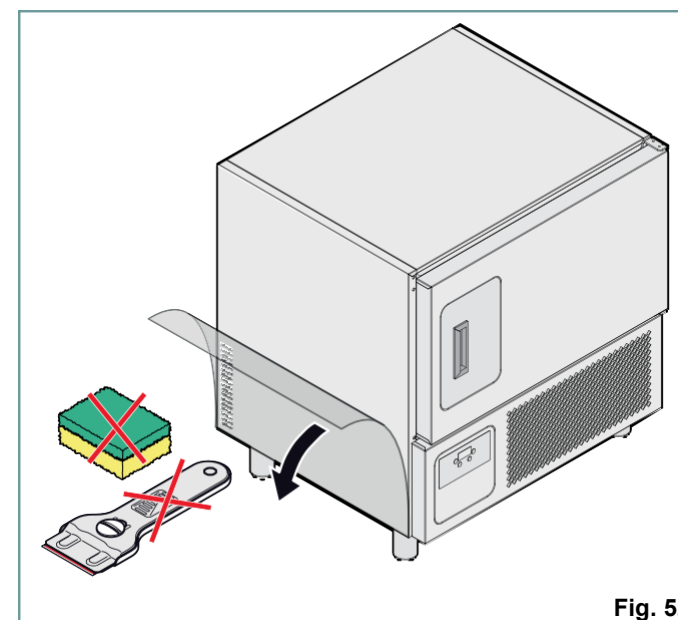

Fig. 5.
Rimuovere la pellicola di protezione (Fig. 5): pulire eventuali residui di colla con acqua saponata senza usare utensili che potrebbero rovinare le superfici o detergenti abrasivi o acidi.
► Fig. 5. Inoltre impostare l'ora corretta, la lingua, e lo stand-by, cioè cosa deve essere visualizzato a display se l'apparecchiatura non viene usata per un certo tempo: ON ► se l'apparecchiatura va in stand-by a display viene visualizzato l'orologio; OFF ► se l'apparecchiatura va in stand-by il display è completamente nero.